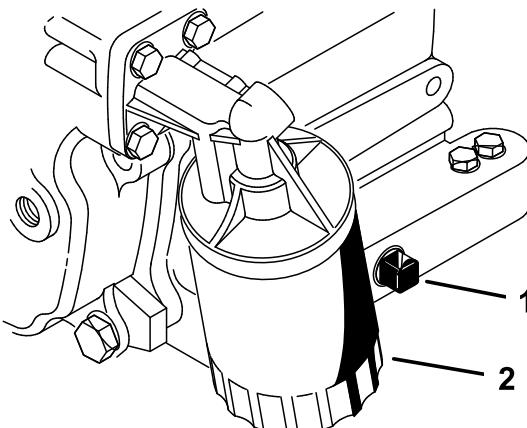

图 27
- 拆下排油塞 图 27 让油流入放油盘。油不再流时安装排油塞。
- 拆下机油滤芯 图 27。